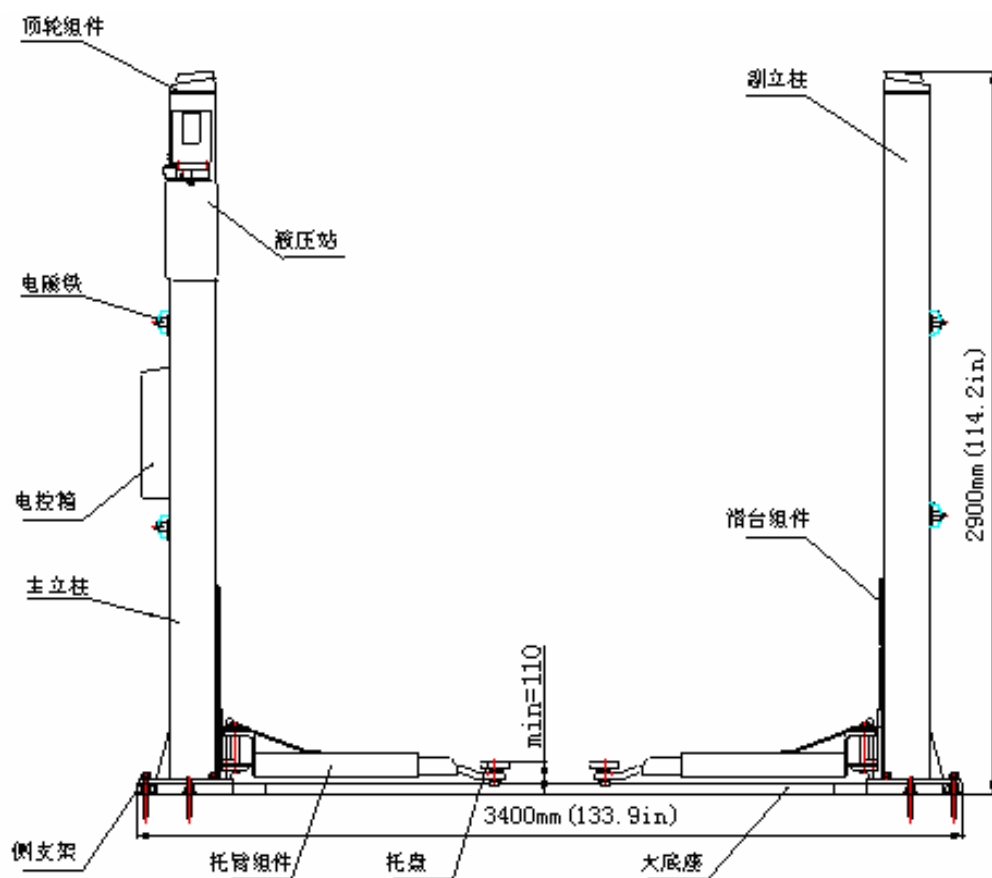
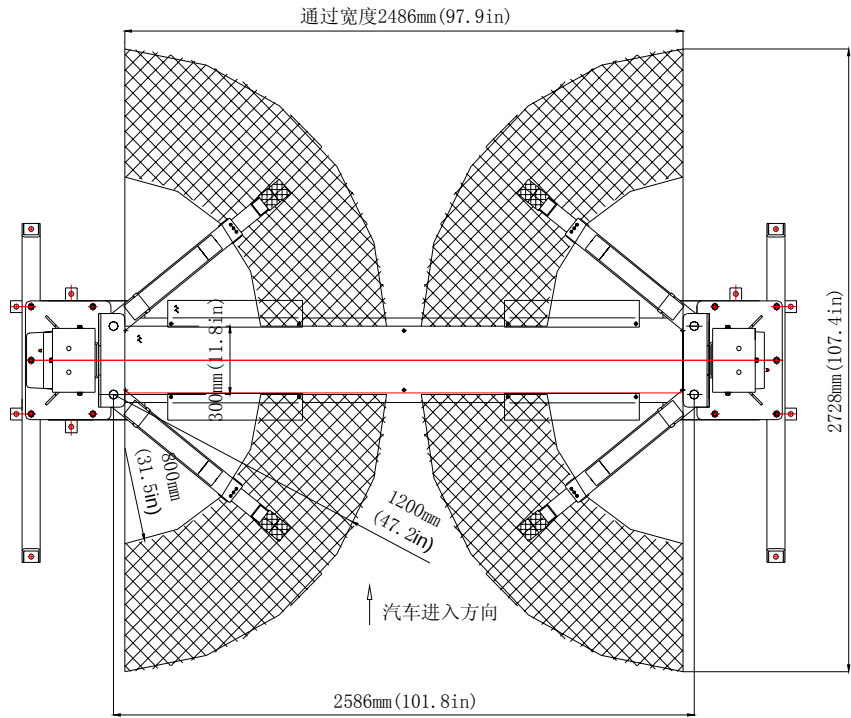

图 1b
图 2b
TLT235SBA(E) 底板双柱举升机	3.5吨 豪华型对称底大板式双柱举升机 (图1b、图2b)
TLT235SBA(E) 底板双柱升降机	3.5吨 豪华型对称大底板式双柱升降机 (图1b、图2b)